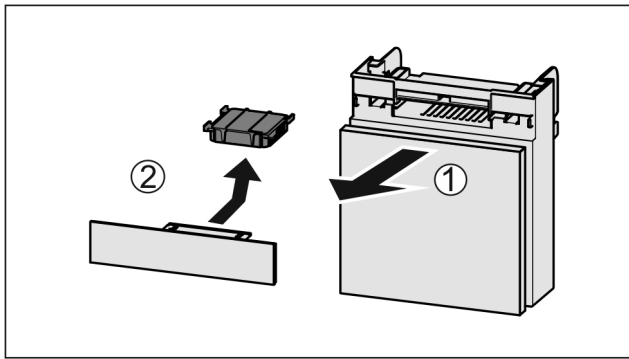

Fig. 58
- ▶ Zásuvku vytáhněte dopředu Fig. 58 (1).
- ▶ Filtr s aktivním uhlím vyjměte Fig. 58 (2).